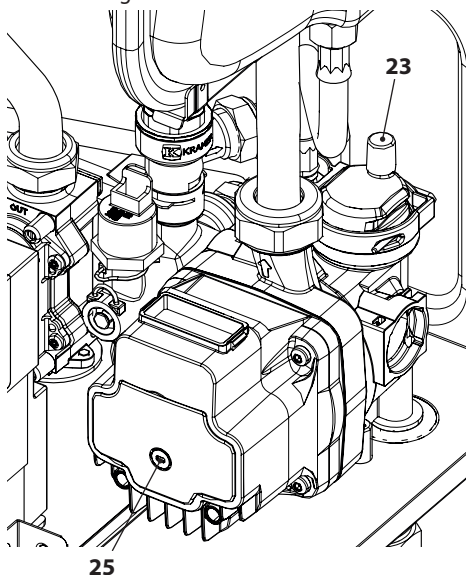

Figura 6.3
- Svitare il tappo della valvola di sfato automatica 23 in Figura 6.3.
- Togliere il tappo 25 in Figura 6.3 e sbloccare la pompa ruotando il rotore con un cacciavite. Durante questa operazione sfatare la pompa.